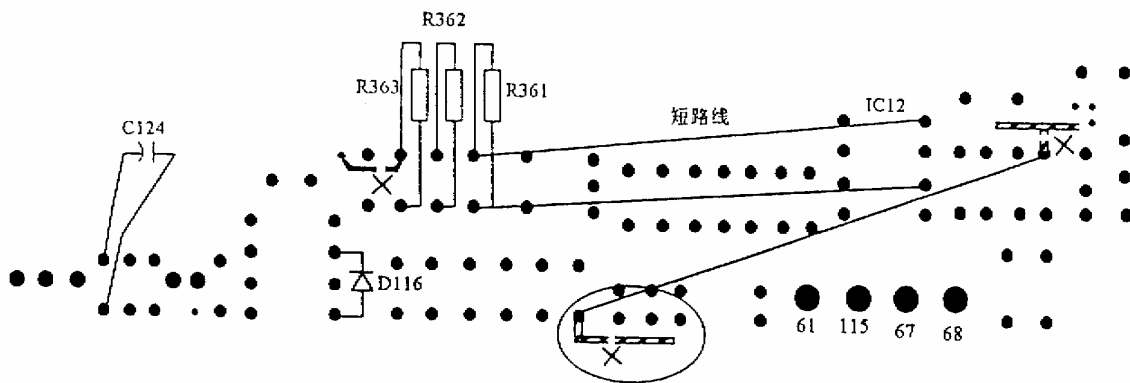

图 4 焊点图
- 1) 将电容 C124 (ECA1EM221B)、二极管 D116 (S5688GTPA3)、电阻 R361 (ERDS2TJ153T)、R362 (ERDS2TJ103T)、R363 (ERDS2T100T) 按图 4 所示位置插入 P 板。
- 2) 用短路线将 D116 阳极与 ZD20 阴极短接, R361 上、下两端分别与 IC12①、IC12③短接。
- 3) 按图 4 所示, 将打“×”的部位板条断开。—— 表示正面, ———— 表示反面。